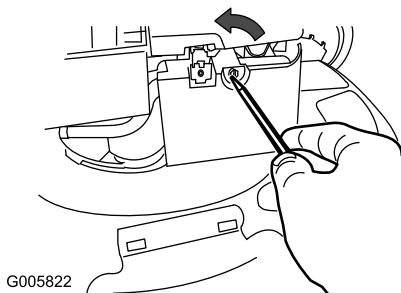

Figure 40
- Ouvrez le couvercle du filtre à air avec un tournevis (Figure 40)